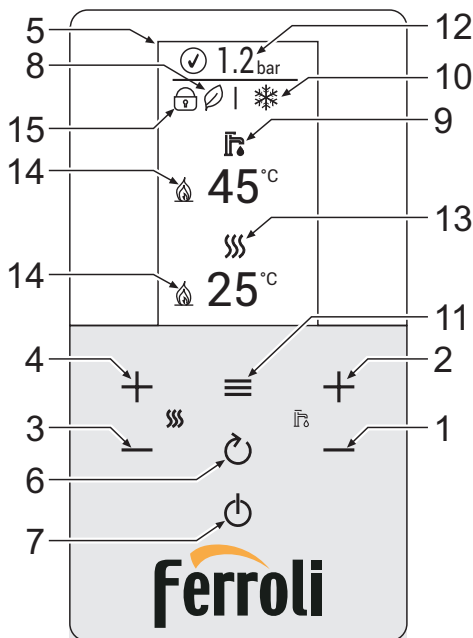

fig. 1- Panoul de control
1.2.1 Legendă panou fig. 1
Apăsați de mai multe ori tasta  până când apare simbolul pentru vară (soarele) și mesajul "OFF" pentru încălzire (det. 10 - fig. 1): centrala va prepara numai apă caldă menajeră. Rămâne activ sistemul antiîngheț.
Cu ajutorul butoanelor pentru încălzire (det. 3 și 4 - fig. 1) pentru a modifica temperatura de la un minim de 20°C la un maxim de 80°C. Valoarea maximă poate fi modificată din interiorul **meniului Parametri** [TSP], acționând asupra parametrului P40.
Cu ajutorul butoanelor pentru apa menajeră (det. 1 și 2 - fig. 1) pentru a modifica temperatura de la un minim de 40°C la un maxim de 55°C. Valoarea maximă poate fi modificată din interiorul **meniului Parametri** [TSP], acționând asupra parametrului P46.
Funcția **COMFORT** poate fi dezactivată de către utilizator (modul **ECO**) apăsând tasta  timp de 2 secunde. În modul **ECO**, pe afișaj se activează simbolul  (det. 12 - fig. 1). Pentru a activa modul **COMFORT** apăsați din nou tasta  timp de 2 secunde; simbolul  dispăre.